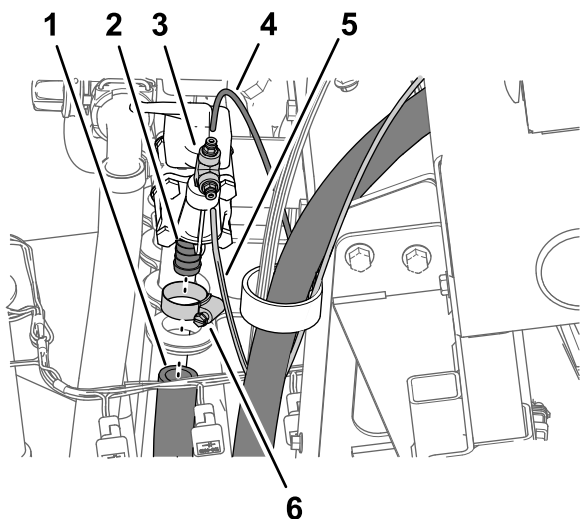

Figura 21
1. All'estremità destra della valvola di comando della pressione, rimuovete la fascetta stringitubo che fissa il flessibile di ingresso al raccordo dentellato della valvola di comando e rimuovete il flessibile dal raccordo (Figura 21).
2. Premete sul collare di sicurezza dell'accoppiatore del tubo e rimuovete il tubo di rilevamento della pressione del manometro nel cruscotto della macchina (Figura 21).
3. Premete sul collare di sicurezza dell'accoppiatore del tubo e rimuovete il tubo di rilevamento della pressione del manometro dell'avvolgitubo (Figura 21).
4. Rimuovete il raccordo a T e gli accoppiatori del tubo dal gomito a 90° all'estremità della valvola di comando della pressione (Figura 21).